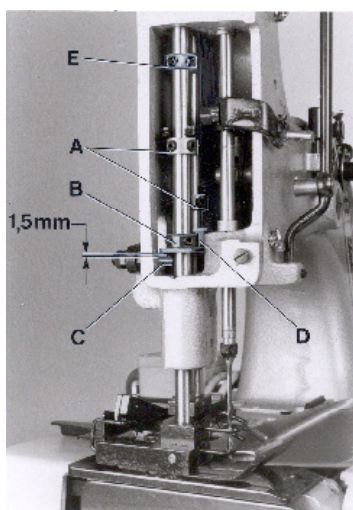
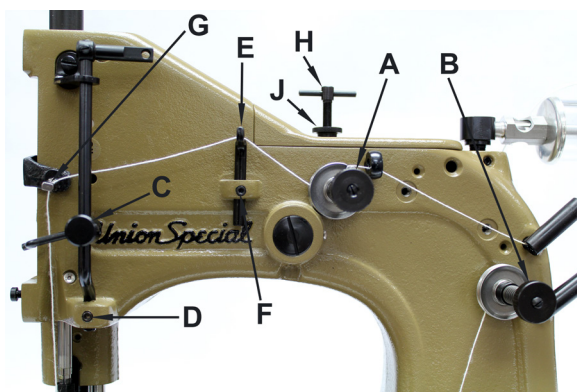

Fig. 11
Fig 12
Rotate the pulley until the feed dog is below the throat plate. Remove the face cover left on machine arm and turn out the T-screw (H, Fig. 12) on the top of the machine arm, until it does not exert any pressure on the leaf springs. In this position, the pressure exerted on the presser foot, should be just strong enough to keep it flat on the throat plate. By relocating the collars (A, Fig. 11), which serve as a leaf spring rest, on the left and right presser bar, the pressure can be changed. Raising the collars increases the pressure, lowering the collars decreases the pressure.
Set the presser bar lifter collar (B, Fig. 11) on the left presser bar so, that there is a distance of approx. 1.5 mm (1/16") between lifter lever stud (C) and lower surface of the lifter collar (B), when the presser foot rests on the throat plate (see Fig. 11). Set the collar (D) on the right presser bar close to the fork of the presser bar lifter collar (C) on the left presser bar.
Drehen Sie an der Riemenscheibe bis der Transporteur unter der Stichplatte steht. Entfernen Sie den Stirndeckel links am Maschinenarm und drehen Sie die Knebelschraube (H, Fig. 12) oben auf dem Maschinenarm soweit heraus, daß sie nicht mehr auf die Blattfedern drückt. In dieser Stellung soll der Druck auf den Drückfuß gerade noch so stark sein, daß er auf der Stichplatte aufliegt. Durch Verstellen der als Blattfederauflage dienenden Stellringe (A, Fig. 11) auf der linken und rechten Drückfußstange kann der Druck verändert werden. Verstellen der Stellringe nach oben verstärkt, verstellen nach unten verringert den Druck.
Stellen Sie den Drückfußstangen-Lifterstellring (B, Fig. 11) auf der linken Drückfußstange so ein, daß zwischen Lifterhebelbolzen (C) und Unterseite Stellring (B) ein Abstand von etwa 1,5 mm ist, wenn der Drückfuß auf der Stichplatte aufliegt (siehe Fig. 11). Stellen Sie den Stellring (D) auf der rechten Drückfußstange so, daß er an der Gabel des Drückfußstangen-Lifterstellrings (B) auf der linken Drückfußstange anliegt.
On styles 80800TLN and TALN set the collar (D, Fig. 11) on the right presser bar approx. 2.5 mm (7/64") above the fork of the presser bar lifter collar (B). This effects, when lifting the presser foot, that the left presser foot part is lifted first by approx. 2.5 mm (7/64"), before the right presser foot part will lift too.
The presser foot lift is limited with the upper stop collar (E, Fig. 11) on the left presser bar. When the needle is in its lowest position and the presser foot is lifted with presser foot bottom tilted up, the needle bar respectively needle clamp nut should not contact the presser foot bottom. Set collar (E) accordingly.
Now turn in T-screw (H, Fig. 12) until the necessary presser foot pressure for proper feeding is exerted (determine by sewing tests). Secure this setting with the knurled nut (J), which simultaneously fastens the upper arm cover. Remount the face cover.
The tension (A, Fig. 12) on the needle thread should be fairly strong to produce uniform stitches. On the two thread double locked stitch styles the tension (B) on the looper thread should be barely sufficient to steady it.
On the two thread double locked stitch styles 80800RN, RLN, RLMN, TLN, TALN, UN, UAN, ULN and UALN, the height of the needle thread take-up roller (C, Fig. 12) is set so, that the needle thread on the downstroke of the needle just contacts the roll at the time the needle thread loop is released from the looper. Loosen screw (D) and set the needle thread take-up roller accordingly. Retighten screw (D).
Bei den Maschinen 80800TLN und TALN stellen Sie den Stellring (D, Fig. 11) auf der rechten Drückfußstange etwa 2,5 mm über die Gabel des Drückfußstangenlifter-Stellrings (B). Dadurch wird beim Liften des Drückfußes zuerst das linke Drückfußenteil etwa 2,5 mm angehoben bevor das rechte Drückfußenteil mit anhebt.
Der Hub des Drückfußes wird mit dem Anschlag-Stellring (E, Fig. 11) oben auf der linken Drückfußstange begrenzt. Wenn die Nadel in der untersten Stellung ist und der Drückfuß mit dem Drückfuß-Lifterhebel angehoben und die Drückfußsohle nach oben gekippt wird, darf die Nadelstange bzw. Nadelstangenmutter die Drückfußsohle nicht berühren. Stellen Sie den Stellring (E) entsprechend ein.
Nun drehen Sie die Knebelschraube (H, Fig. 12) so weit ein, daß der zum einwandfreien Transport notwendige Drückfußdruck erzeugt wird (durch Nähversuche ermitteln). Sichern Sie diese Einstellung mit der Rändel-Kontermutter (J), mit der gleichzeitig der obere Armdeckel befestigt wird. Montieren Sie den Stirndeckel wieder.
Die Spannung (A, Fig. 12) auf den Nadelfaden soll so stark sein, daß eine gleichmäßige Stichbildung erreicht wird. Bei den Zweifaden-Doppelkettenstichmaschinen soll die Spannung (B) auf den Greiferfaden ganz gering sein, so daß der Faden gleichmäßig gleitet.
Bei den Zweifaden-Doppelkettenstichmaschinen 80800RN, RLN, RLMN, TLN, TALN, UN, UAN, ULN und UALN wird die Höhe der Nadelfadenabzugsrolle (C, Fig. 12) so eingestellt, daß der Nadelfaden beim Niedergehen der Nadel, die Rolle zu dem Zeitpunkt gerade berührt, wenn die Nadelfadenschlinge vom Greifer freigegeben wird. Lösen Sie die Schraube (D) und stellen Sie die Nadelfadenabzugsrolle (C) entsprechend ein. Ziehen Sie die Schraube (D) wieder an.
On all styles the eyelet (E, Fig. 12) should be positioned so, that the needle thread runs nearly horizontal, parallel to cloth plate, between eyelet (G) on needle bar connection and eyelet (E) on machine arm, when the needle is in its upmost position. Eyelet (E) is secured by screw (F).
Bei allen Maschinen wird die Fadenführung (E, Fig. 12) so eingestellt, daß der Nadelfaden zwischen der Fadenführung (G) am Nadelstangenmitnehmer und der Fadenführung (E) am Maschinenarm etwa waagrecht, parallel zur Stoffplatte verläuft, wenn die Nadel in der obersten Stellung ist. Die Fadenführung (E) wird mit der Schraube (F) befestigt.